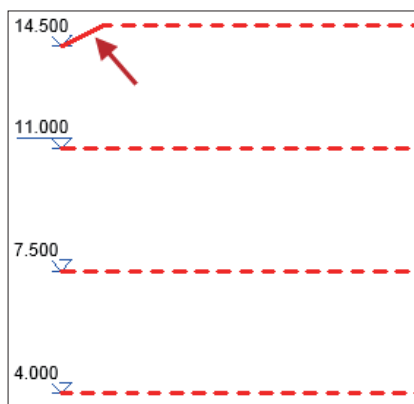

图2-59 添加折弯
- 12 单击“添加折弯”按钮，标头向下移动，如图2-59所示。添加折弯后的标高线显示蓝色的实心夹点，将光标置于夹点上，按住鼠标左键不放，移动鼠标可以调整标头的位置。